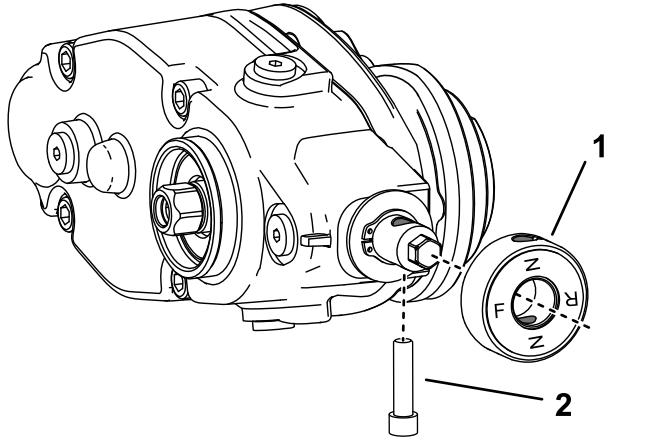

Figura 8
- Se instalar o rastelo no lado esquerdo da máquina, execute os passos seguintes (Figura 8):